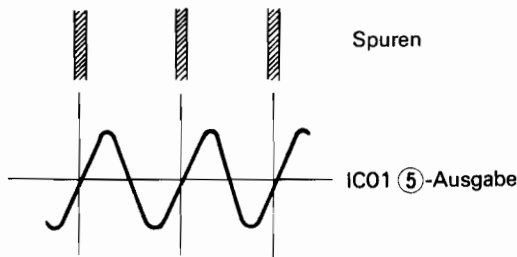

Abb. 36
Der Spurlagenstrahl wird von der Disc reflektiert und trifft auf die Detektoren TRA und TRC. Wie Abbildung 36 zeigt, hat der Ausgang von IC01 ⑤ die Form einer S-Kurve.